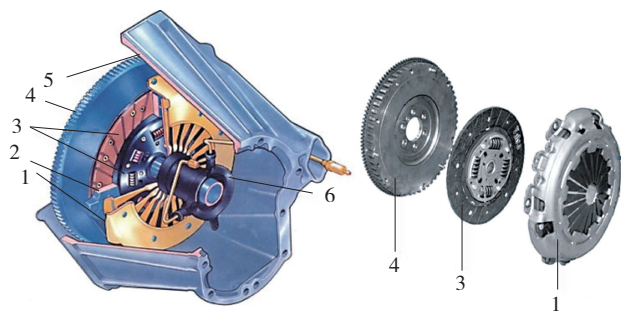
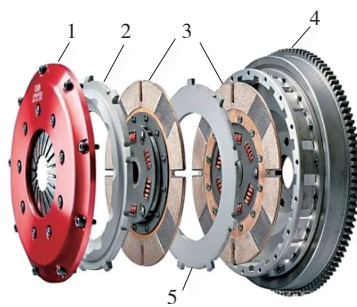

图 1-1-3 单片离合器
图 1-1-4 双片离合器
(2) 根据从动盘的数目不同,分为单片离合器(图 1-1-3)和双片离合器。单片干式离合器对应一般车辆已经足够了,但是对于动力更强的载货车或者轨道车辆,还需要双片干式离合器,它多了一套离合器摩擦片,扭矩容量也更大,如图 1-1-4 所示。